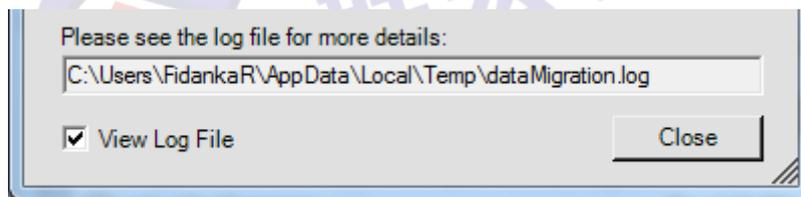

图 3
2、导出完成后，数据迁移工具将显示一个成功窗口，如图 3。检查查看日志文件，然后单击关闭可以查看数据迁移导出数据结果日志并检查错误。